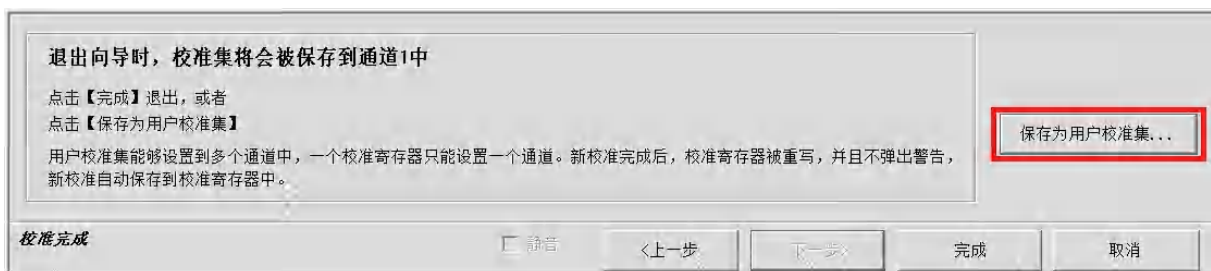

图6.9 保存用户校准集页面
- 7) 所有校准完成后点击**校准**对话框的[下一步]，进入图 6.9 保存用户校准集页面。